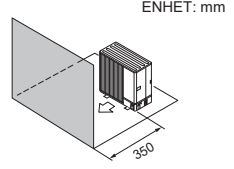

Fig. 2-9
- (4) Enbart hinder eller stängd yta på framsidan (Fig. 2-9)